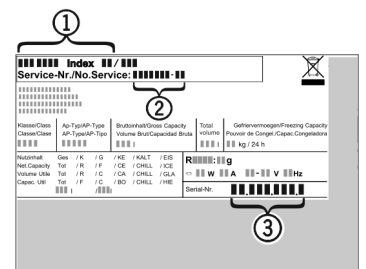

Fig. 35
- Наименование устройства Fig. 35 (1), сервисный № Fig. 35 (2) и серийный № Fig. 35 (3) считайте с заводской таблички. Заводская табличка находится внутри устройства слева.
- Обратитесь в сервисную службу и сообщите вид неисправности, наименование устройства Fig. 35 (1), сервисный № Fig. 35 (2) и серийный № Fig. 35 (3).